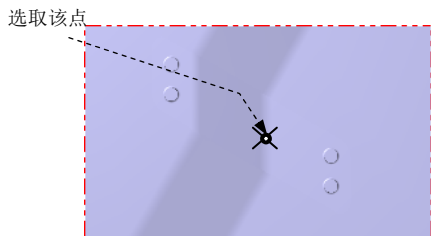

图 14.4 定义基准点
Step2. 绘制矩形边界。单击“顶视图”按钮 ，选择下拉菜单 **绘图(C)** → **矩形(R)...** 命令，系统弹出“矩形”工具栏，在“矩形”工具栏中确认 按钮被按下，选取图 14.4 所示的坐标原点，然后在 后的文本框中输入值 520，在 后的文本框中输入值 320，按 Enter 键；单击 按钮，完成矩形边界的绘制，结果如图 14.5 所示。